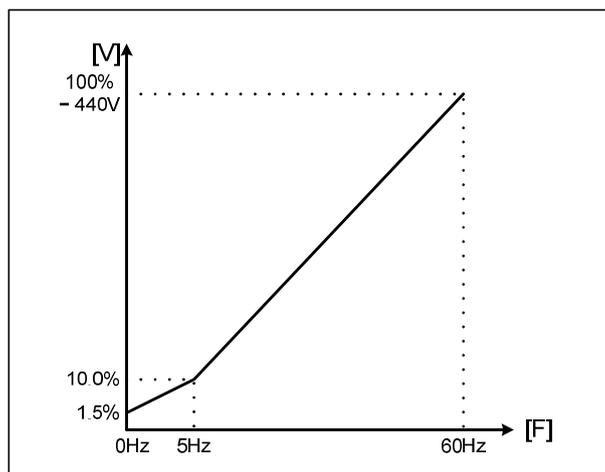

图7.4-2 V/F 用户曲线设定
▶ 希望输出电压(V)和频率(F)的比率任意调整(参见图7.4-2)